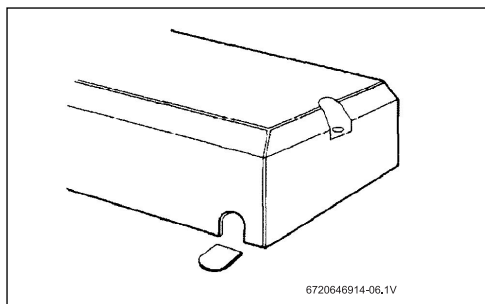

Fig. 16 Cubierta de la unidad
- Si va a ser a través de la cubierta inferior, corte el saliente de plástico para exponer la funda de goma (Fig. 16):